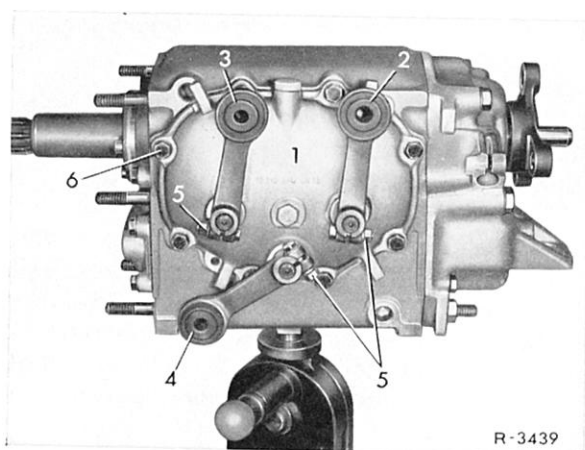

Bild 26-5/1
- 2 Schalthebel (4) für Rückwärtsgang nach Lösen der Klemmschraube (5) abnehmen (Bild 26-5/1).